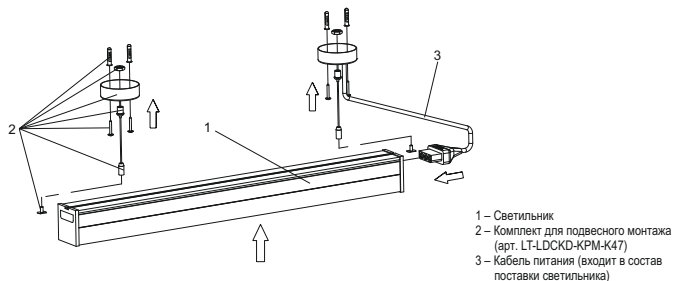

Рисунок 6 – Подвесной монтаж светильника на тросе
4.5 Подвесной монтаж светильника производить на тросах при помощи комплекта для подвешивания (арт. LT-LDCKD-KPM-K47). В комплект подвешивания входит металлическая планка с винтами позволяющая при данном монтаже механически соединить два светильника. Подвесной монтаж линейного светильника 1011 на тросах производится аналогично монтажу магистрального светильника (рисунок 6).